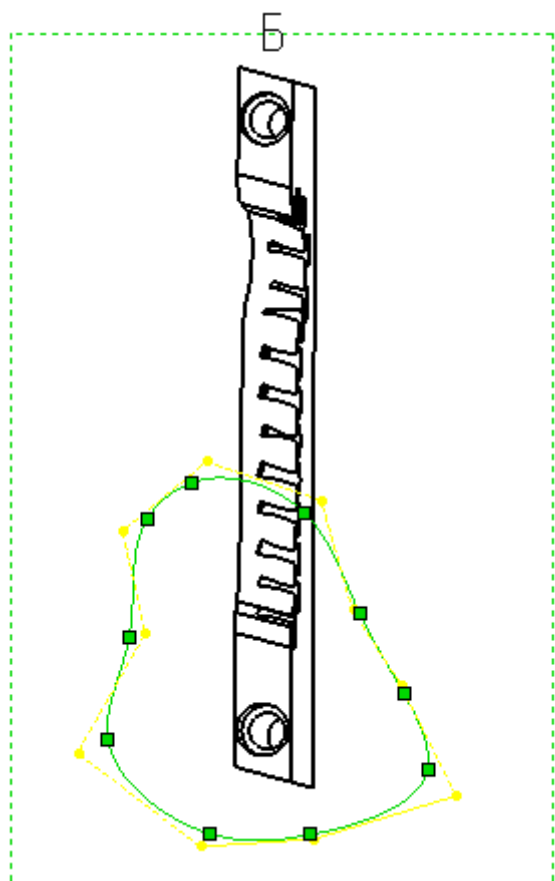

Рис. 21
1. Нажмите кнопку **Сплайн**  панели инструментов «Эскиз» и нарисуйте на виде **Б** замкнутый сплайн так, как показано на рис. 21;